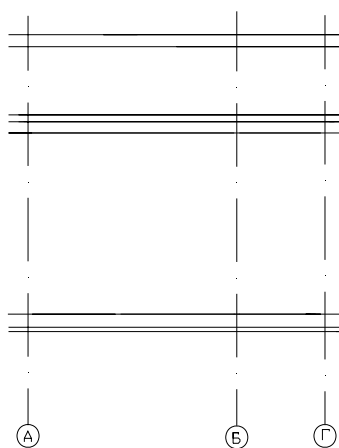

Рис.5.1
1. Компонування креслення й побудова вертикальної координаційної сітки (рис. 5.1).